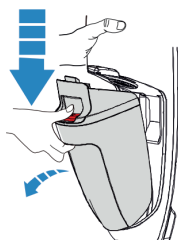

Fig. 5
- Para tirar o reservatório de água suja, segure a unidade com uma mão e pressione o botão de liberação com a outra mão. Depois, puxe o reservatório (Fig. 5).